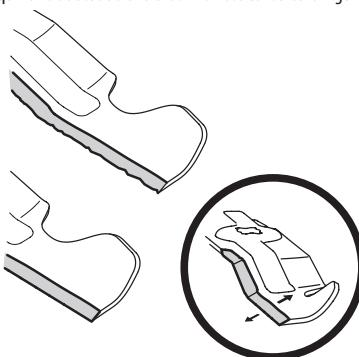

Figura 38
4. Para afilar las cuchillas de corte de forma adecuada, extraiga cantidades iguales de metal de ambos extremos de las cuchillas a lo largo de los bordes cortantes, paralelo al borde de caída y a un ángulo de 25° a 30°. Afile siempre cada borde de las cuchillas de corte de forma pareja para mantener un equilibrio adecuado entre las mismas. Consulte la Figura 38.